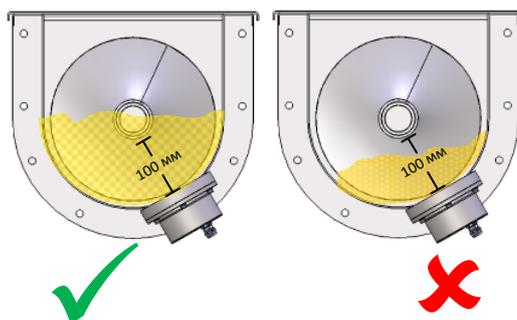

Рисунок 7: Уровень материала на шнековом конвейере
- поддерживать стабильный уровень заполнения материалом таким образом, чтобы керамический диск датчика всегда был покрыт слоем материала высотой не менее 100 мм (см. Рисунок 7);